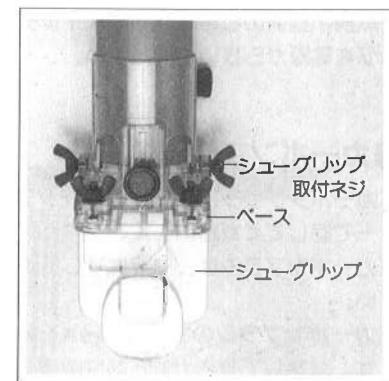

図22
- シューグリップの角穴(2孔)に角根ボルトを下から差し込み、ベースの底面に押しあてて平座金、バネ座金を入れて、蝶ナットで止めてください。(図22参照)